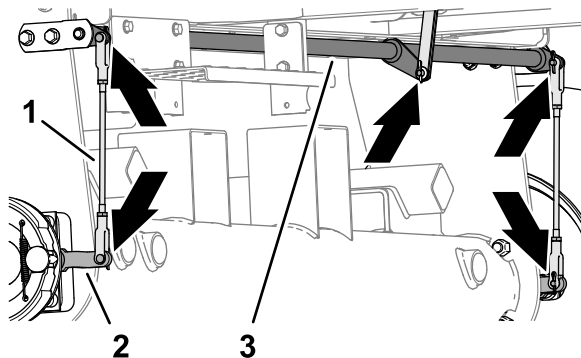

Bild 71
1. Überprüfen Sie die linke und rechte Bremsstangenbaugruppe (**Bild 71**) auf Schäden und Verschleiß.
2. Kontrollieren Sie die Drehwelle der Bremse (**Bild 71**) auf Schäden und Verschleiß.